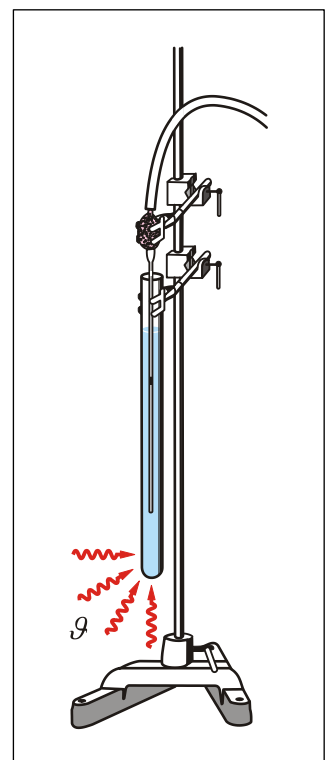

Bild 3: Versuchsaufbau
- Bauen Sie nach **Bild 3** den Versuch um, und geben Sie in das äußere Reagenzglas eine Wasser-Eis-Mischung $\vartheta \approx 0^\circ\text{C}$ (*Laborpersonal*) und ein Thermometer.